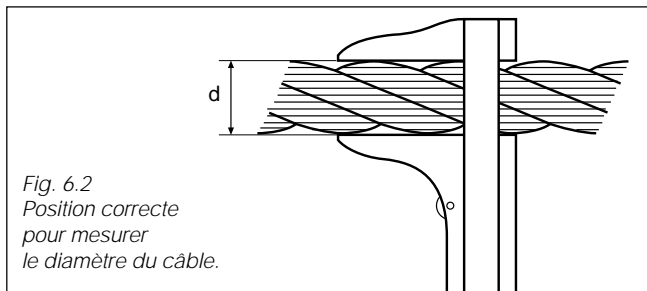

Fig. 6.2
- réduction du diamètre du câble, valeur minimale = 7,5 mm. Mesurer comme indiqué fig. 6.2.